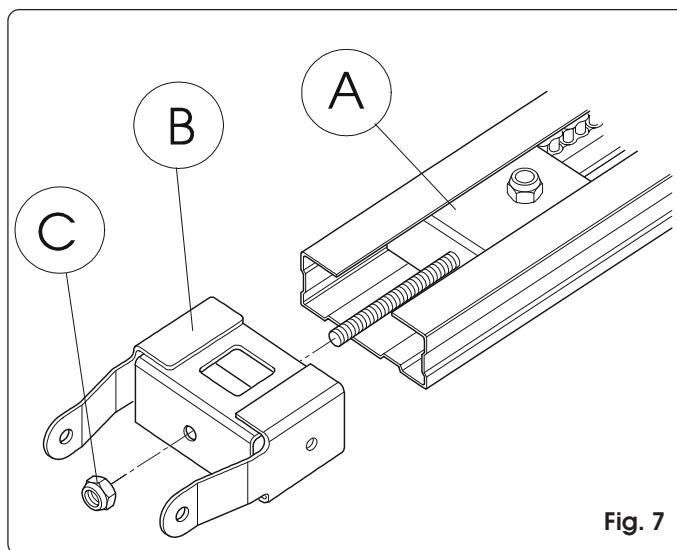

Fig. 7
- 2) Fare scorrere lungo tutta la guida di scorrimento il gruppo di rinvio (fig. 7 rif. A) fino a portarlo in prossimità del terminale anteriore.
- 3) Assemblare l'attacco anteriore (fig. 7 rif. B) al gruppo di rinvio (fig. 7 rif. A).
- 4) Mettere leggermente in tensione la catena avvitando il dado (fig. 7 rif. C).